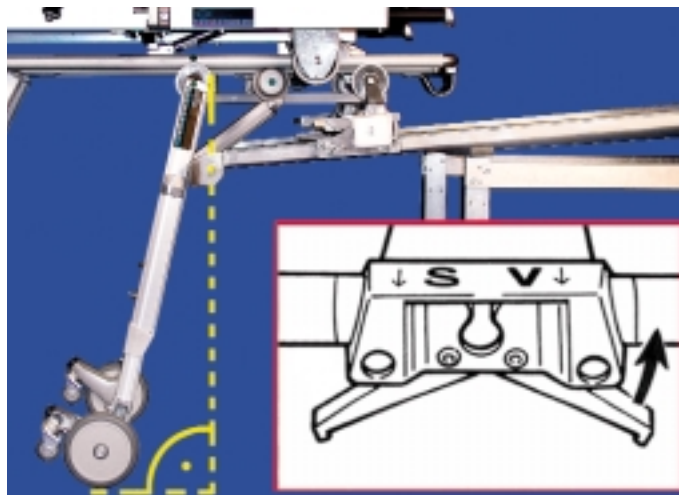

Bild 43
- Schwenkt das vordere Standbein nicht über die Senkrechte (Bild 43) in seine Endstellung, z.B. durch Geländeunebenheit, darf das Fahrgestell nicht ganz von der Bühne gezogen werden. Das Fahrgestell am Kopfende anheben, den Bedienungshebel "V" am Kopfende ziehen und das vordere Standbein in seine Endstellung schwenken.